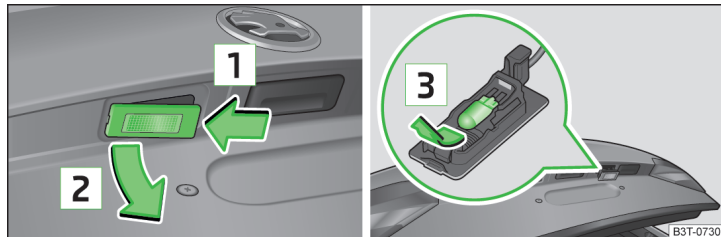

Fig. 208 Desmontar la luz de la matrícula / cambiar la bombilla
- Empuje la lámpara en la dirección de la flecha **[1]** » fig. 208.